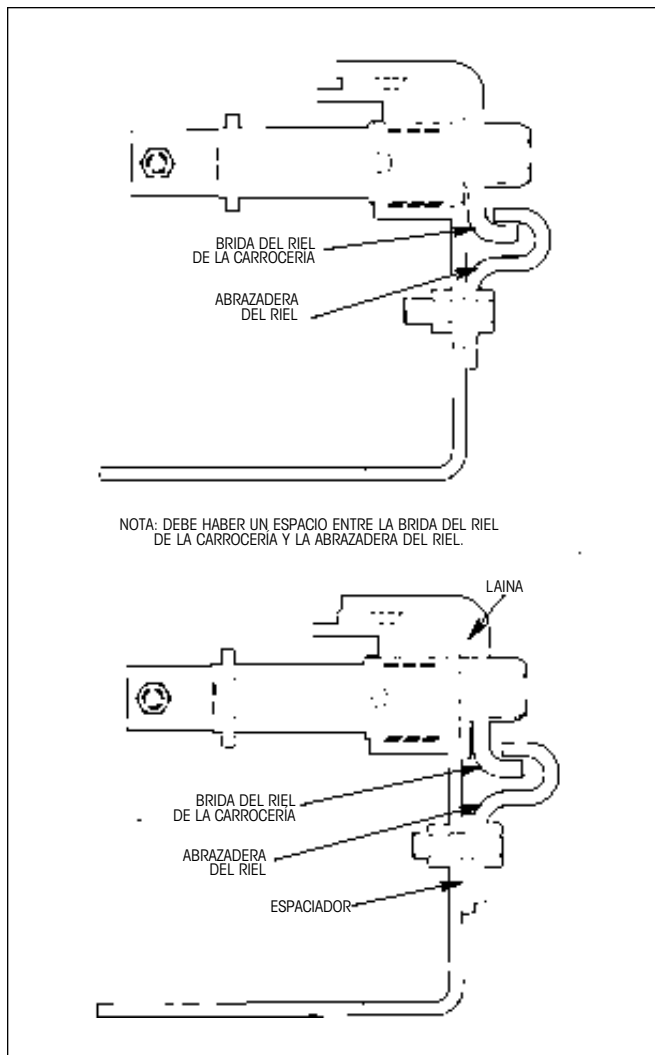

Figura 35. Instalación correcta de la abrazadera del riel
8. Coloque las abrazaderas del riel en la pestaña del riel (Figura 35) y apriete todos los tornillos de la abrazadera del riel, según los valores recomendados en la sección APÉNDICE.